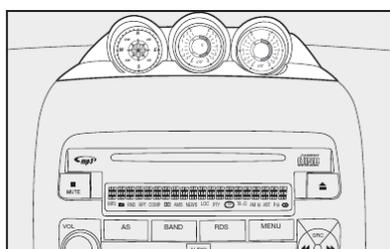

fig. 39
**BÚSSOLA - fig. 39 e 40**
**INCLINÔMETROS - fig. 39 e 40**